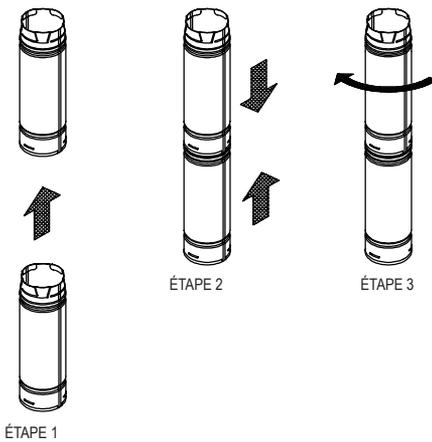

Figure 9
5. Assemblage des conduits. Pour assembler les sections de conduit rond DuraVent, alignez l'extrémité femelle de la patte de verrouillage avec la fente de l'extrémité mâle, poussez-la contre cette dernière et faites-la tourner dans le sens des aiguilles d'une montre pour verrouiller les deux. Reportez-vous à la **figure 9**. Les vis à tôle ne sont pas nécessaires pour les conduits de 3 à 8 po (7,62 à 20,32 cm) de diamètre. Cependant, si vous le souhaitez, utilisez des vis à tôle de 1/4 po (0,635 cm) de long pour les conduits de 3 à 8 po (7,62 à 20,32 cm) de diamètre. Ne perforez jamais la doublure intérieure avec des vis. Pour les conduits de 10 à 16 po (25,4 à 40,64 cm) de diamètre, DuraVent recommande d'utiliser un minimum de quatre (4) vis à tôle de 3/8 po (0,953 cm) par joint, et un minimum de six (6) vis à tôle de 3/8 po (0,953 cm) par joint pour les diamètres de 1 po (45,72 cm) et plus. Chaque section de conduit